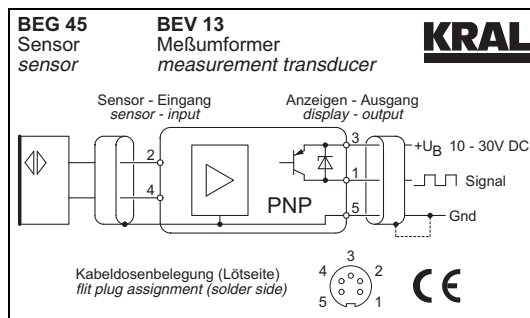

Abb. 12 Anschlussschaltbild BEG 45 + BEV 13
6. Verstärker anschließen, dabei Anschlussschaltbild beachten, siehe Abb. 12, Seite 32.